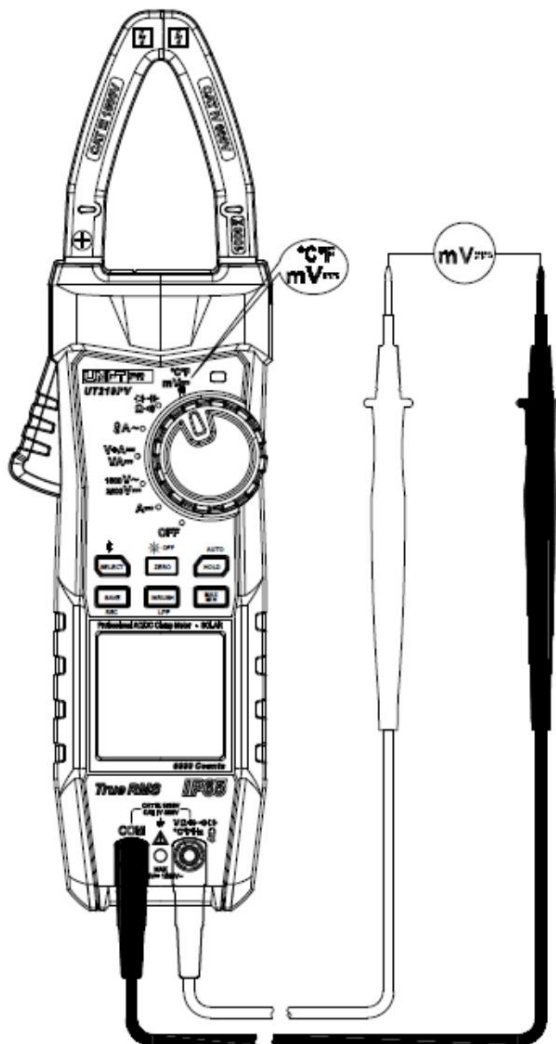

Figura 11
8. Măsurarea tensiunii continue (mV) (Figura 11)